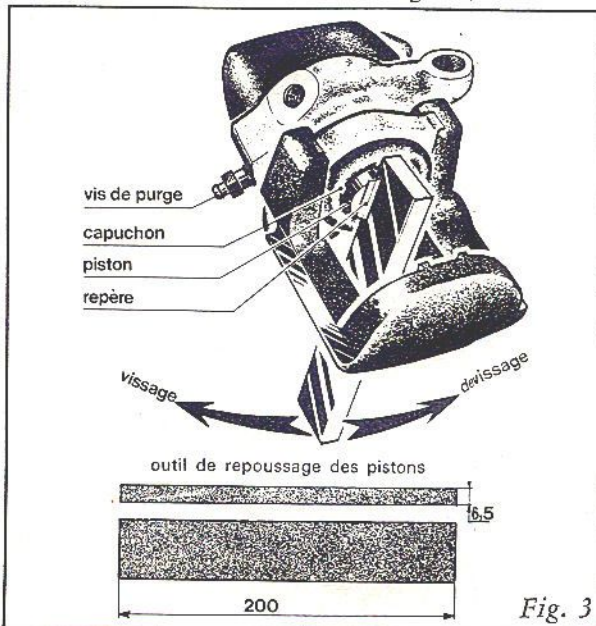

Fig. 3
- Dévissez le piston comme indiqué sur la figure 3. Quand le piston tourne fou, appliquez progressivement dans le cylindre, de l'air comprimé en prenant soin de ne pas éjecter brutalement le piston. Toute trace de choc sur la jupe du piston le rend inutilisable.
- Finir d'enfoncer le piston en le vissant à l'aide de l'outil de repoussage (fig. 3) jusqu'à ce que le piston tourne mais ne s'enfonce plus.
- Orienter le piston comme indiqué sur la figure 3. Le fraisage de repère doit être orienté côté vis de purge.